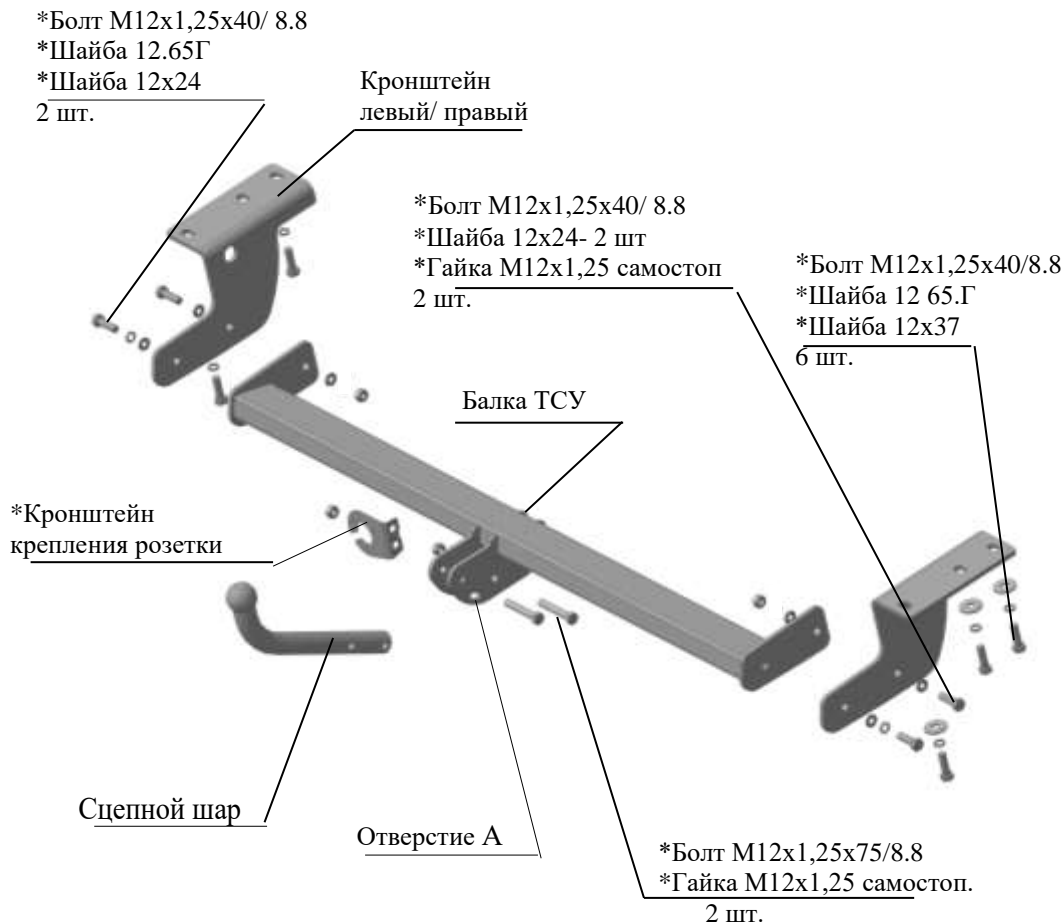

Рис.1 Тягово-сцепное устройство ТСУ 7322.
2.1 ТСУ 7322 в сборе (рис.1)	1 шт.
2.2 Пакет с комплектующими (см. рис.1)+защитный колпак	1шт.+1 шт.
4.2 Установить боковые кронштейны ТСУ (левый и правый соответственно рис.1) к лонжеронам а/м, закрепить болтами М12х1,25х40 и крепежом соответственно рис.1. Крепеж не затягивать.
4.4 Установить балку ТСУ к боковым кронштейнам, закрепив болтами М12х1,25х40 и крепежом соответственно рис.1. Крепеж не затягивать..